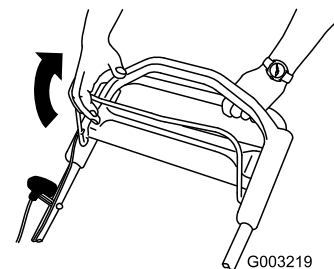

Bild 15
1. Ziehen Sie den Schaltbügel gegen den Holm (Bild 15).